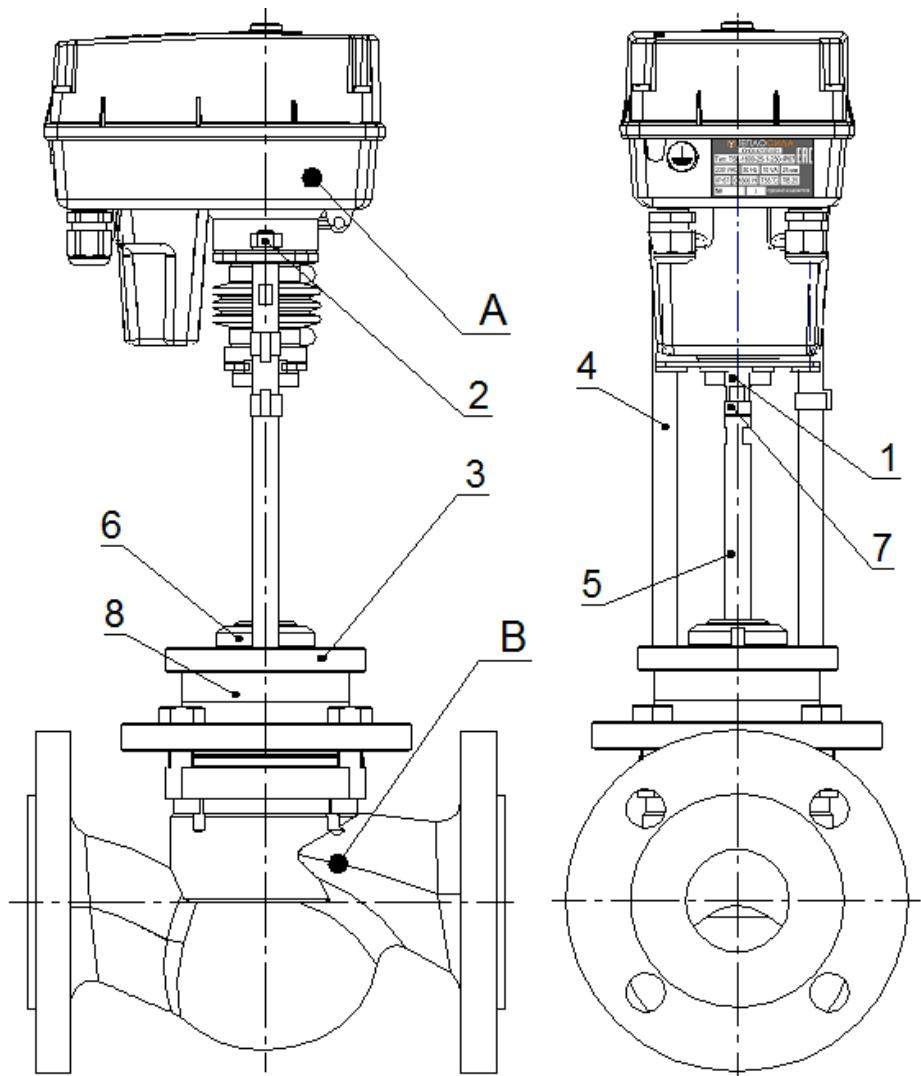

Рисунок 4. Механическое присоединение во фланцевом исполнении
3.1.2 Механическое присоединение во фланцевом исполнении (рисунок 4)
- подключающие проводники отсоедините от клеммной колодки (11) и кабели извлеките из кабельных вводов (12) в соответствии с рисунками 1 и 2;
- отсоедините электропривод от арматуры, выкрутив крепящие винты фланца (3) (рисунок 4) и винт (1) сцепления электропривода со штоком (5) (рисунки 3 и 4);